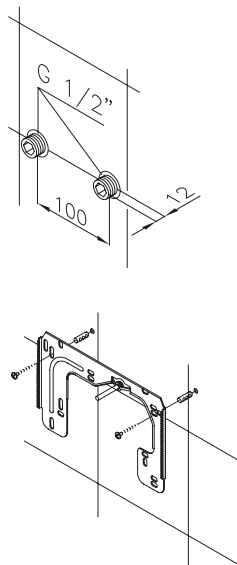

рис. 4
Если вы устанавливаете проточный водонагреватель HIGH LINE или MULTYTRONIC вместо другого стандартного проточного водонагревателя, то обычно нет необходимости сверлить новые отверстия для настенного крепления. В этом случае Вам необходимо только вкрутить нипелля и закрепить настенное крепление, как показано на рис. 4.
- Используя 12-миллиметровый инбусовый (шестигранный) ключ, вкрутите нипелля в трубы водопроводной системы. При креплении проследите, чтобы нипелля выходили наружу на 12 мм. (см. рис. 4)
- Наложите прилагаемый установочный шаблон на стену и выровняйте его таким образом, чтобы отверстия в шаблоне совпадали с креплениями. Отметьте места сверления в соответствии с шаблоном и просверлите отверстия, используя 6-миллиметровое сверло. Вставьте прилагаемые дюбеля и вкрутите настенное крепление. (см. рис. 4)
- Смещённая кафельная кладка или неровная поверхность могут быть компенсированы до 30 мм с помощью прилагаемых прокладочных колец, закрепленных на рамке. Прокладочные кольца вставляются между стеной и настенным креплением (см. рис. 4).